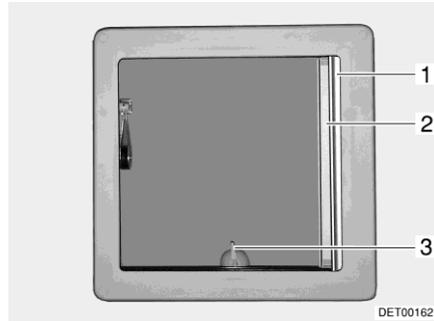
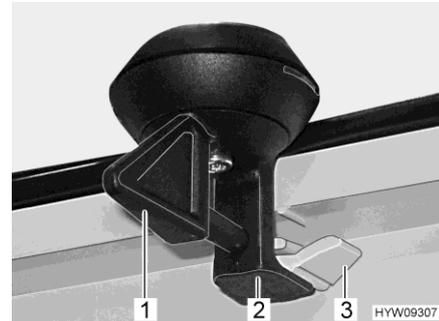

Fig. 48 Claraboya inclinable
Fig. 49 Bloqueo (claraboya inclinable)
- Girar la palanca (Fig. 48,3 ó Fig. 49,1) un cuarto de vuelta.
- Girar la palanca un cuarto de vuelta. El bloqueo (Fig. 49,2) tiene que deslizarse al interior de la pestaña inferior (Fig. 49,3).
- Extraer del estor plegable (Fig. 48,1) y soltarlo en la posición deseada. El estor plegable se queda fijo en esta posición.
- Tirar la mosquitera enrollable (Fig. 48,2) hasta que engatille en el bloqueo del lado contrario.